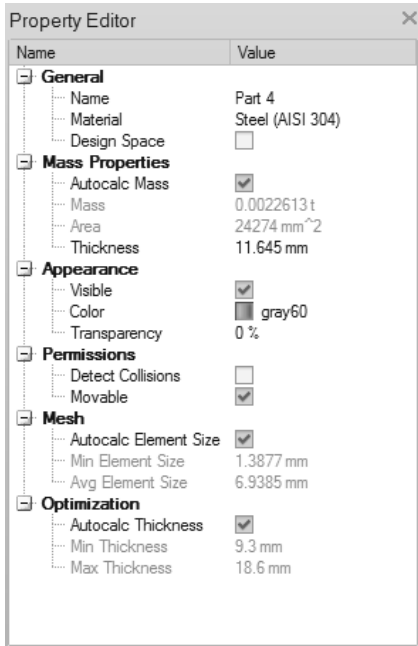

图 14-11
5) 注意：已在属性编辑器中为该中面分配了厚度，如图 14-11 所示。